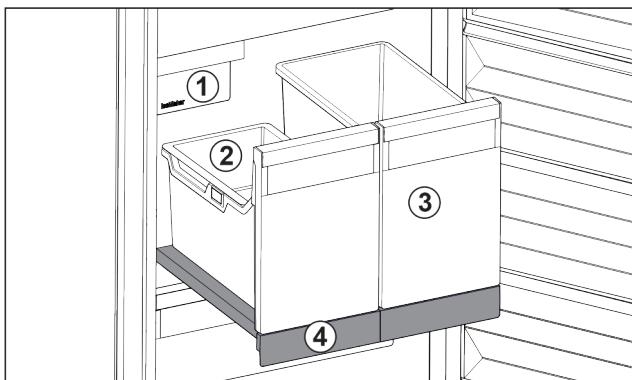

Fig. 40 Витяжна панель IceTower
- (1) IceMaker
- (2) Підвісний лоток для кубиків льоду
- (3) Резервуар наприклад для піци, алкогольних напоїв
- (4) Витяжна панель
На витяжній панелі є два високих резервуара (IceTower). В резервуарі Fig. 40 (2) кубики льоду з IceMaker збираються та зберігаються. Резервуар Fig. 40 (3) придатний для зберігання високих харчових продуктів, таких як піца та алкогольні напої.